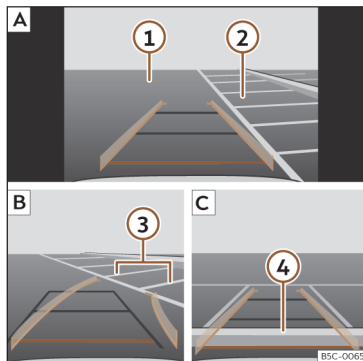

Abb. 145 Anzeige auf dem Bildschirm des Infotainment-Systems: Einparken mit dem Rückfahrassistenten.
Legende zur >>> (**Abb. 145**):
- Bringen Sie das Fahrzeug vor die Parklücke >>> (Abb. 145)  .